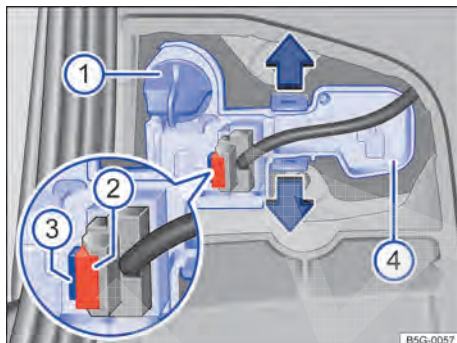

Fig. 204 Na tampa do compartimento de bagagem: remover o suporte da lâmpada.
4.	Girar o suporte da lâmpada → Fig. 204 até o batente no sentido anti-horário e retirar junto com a lâmpada incandescente para trás, puxando para trás.